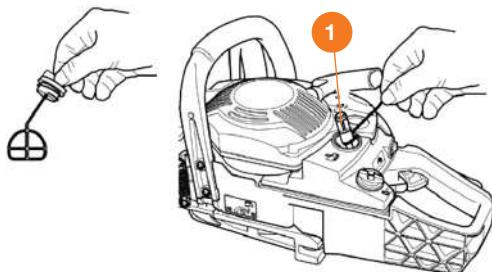

Рис. 21
Топливный и масляный фильтры находятся каждый в своем бачке, своевременно проводите их осмотр и замену. Для этого снимите крышку соответственного бака и крюком из проволоки извлеките фильтр ① (Рис. 21). В случае загрязнения внутренней поверхности бака, промойте его чистым бензином и просушите.